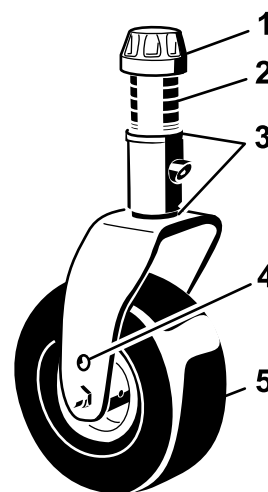
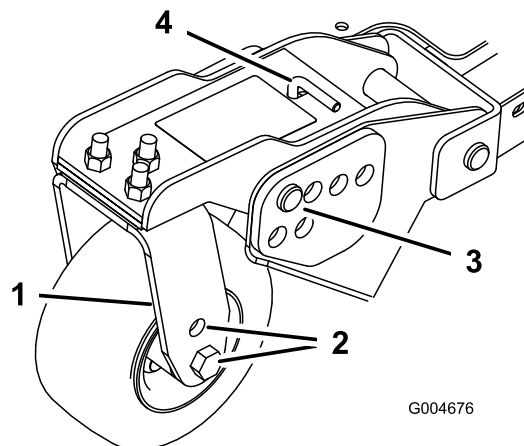
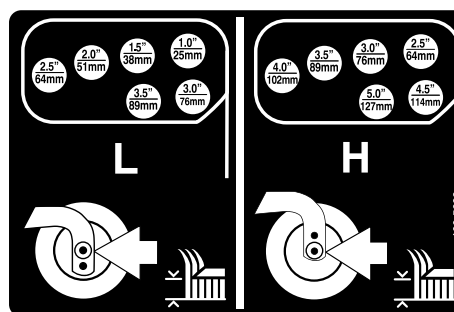

Figura 23
Figura 25
Figura 26
1. Coloque os eixos da roda giratória nos mesmos orifícios em todas as forquilhas da roda giratória (Figura 23 e Figura 25).
2. Retire a tampa de tensionamento do eixo roscado e desloque o fuso para fora do braço da roda giratória (Figura 23).
- Retire o perno de gancho e os pinos de segurança dos braços articulados da roda giratória (Figura 25).
- Rode a barra tensora para levantar ou descer o braço articulado, até os orifícios se encontrarem alinhados com os orifícios da altura de corte desejados, na estrutura da plataforma do cortador (Figura 25 e Figura 26).